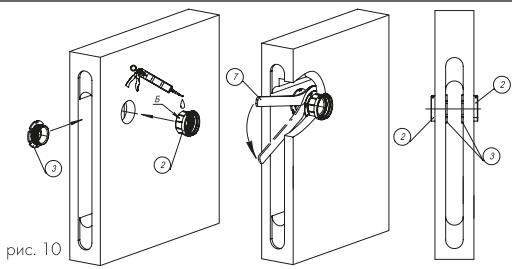

рис. 10
6. Аналогично установить внешнее основание ② и внутреннее основание ③ с другой стороны дверного полотна для второй ручки. (Рис. 10).